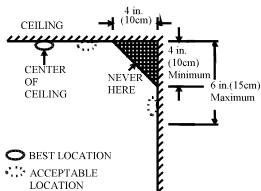

Figura 4: Locais mais recomendados e adequados para montar detectores de fumaça
- ◆ Instale os detectores de fumaça o mais próximo possível do centro do teto. Caso não seja possível, coloque-o pelo menos a 10 centímetros das paredes e esquinas, como se pode ver na Figura 4.
- ◆ Caso a montagem no teto não seja possível, e a montagem nas paredes seja permitida pelas leis locais e estatais, coloque os detectores a uma distância de 10 - 15 centímetros do teto; veja a Figura 4.